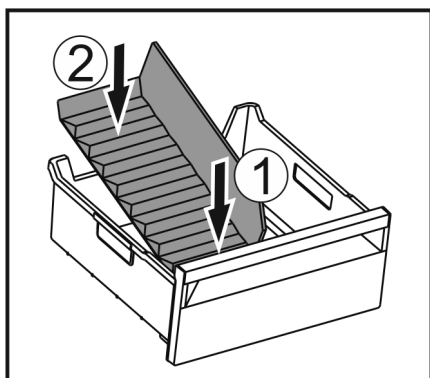

Fig. 185
- Helyezze be a jégkész-eltávolító elülső részét. Fig. 185 (1)
- Süllyessze le a jégkész-eltávolító hátsó részét a fiók aljáig. Fig. 185 (2)